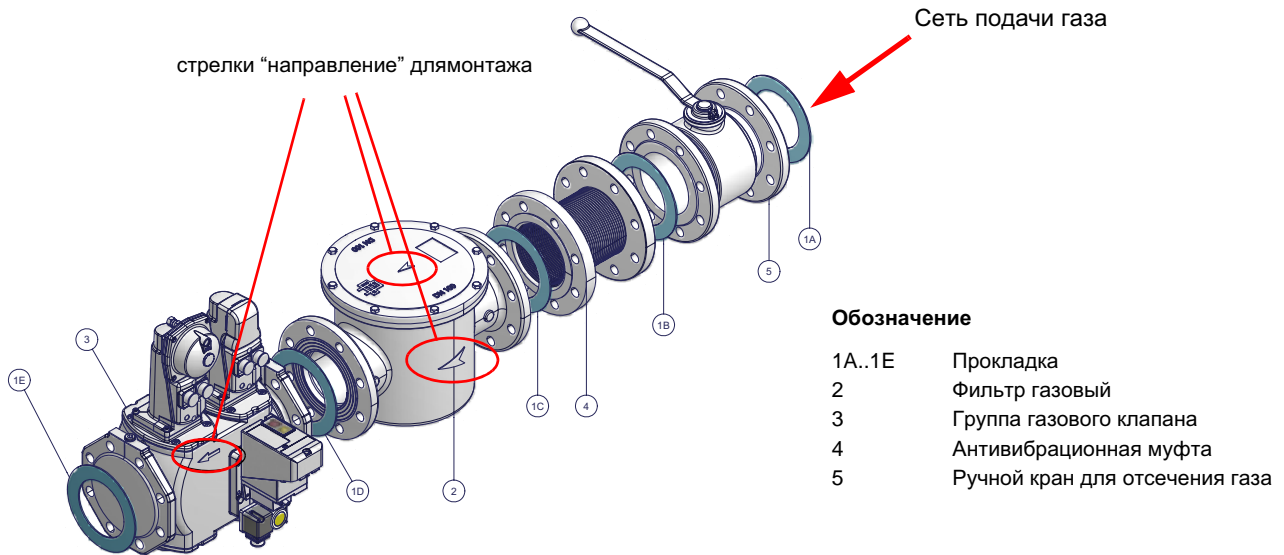

Рис. 5 - Пример газовой рампы
- 1 - б) при фланцевых соединениях: между соседними компонентами устанавливать прокладку (1A..1E - Рис. 5), совместимую с используемым газом,
**ВНИМАНИЕ:** после монтажа газовой рампы согласно схеме на Рис. 5, необходимо провести тестирование на герметичность газового контура, согласно требований действующих нормативов.